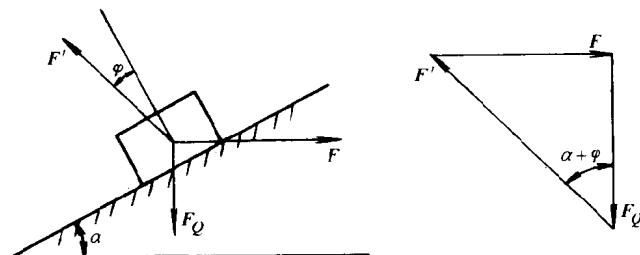

图 16
10. 解 (1) 标出全反力 \mathbf{F}' 的作用线及方向, 如图 16 所示;
(1) 画出力三角形, 如图 16 所示;
(2) 写出力关系式